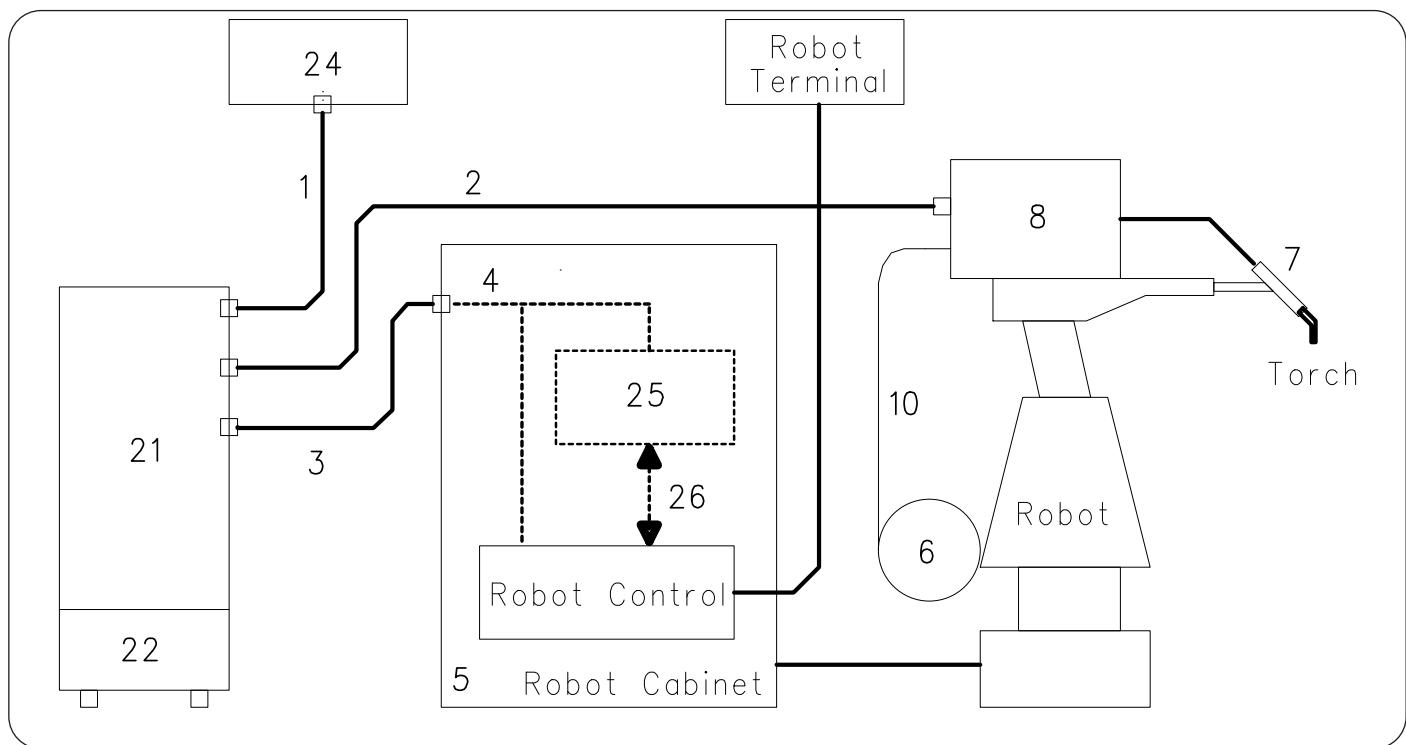

Fig. 2
**NOTA:** Si el Control Robot (Robot Control en fig. 2) tiene la línea comunicación de tipo CANopen, la interfaz (25) y el cable (26) no son necesarios.
### 3.1 Puesta en marcha (fig. 2).